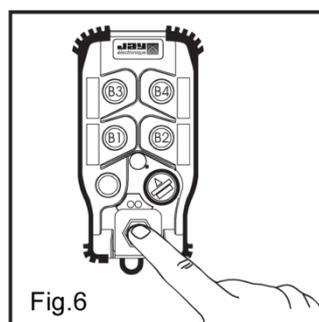

Fig.6
- 6- Sortir du mode de programmation "fréquence" en appuyant sur le bouton d'arrêt coup de poing (fig.6).
- 6- Sortir du mode de programmation de la durée de « contrôle d'activité » en appuyant sur le bouton d'arrêt coup de poing (fig.6).
- 7- Sortir du mode de configuration "verrouillage-déverrouillage" en appuyant sur le bouton d'arrêt coup de poing (fig.6).